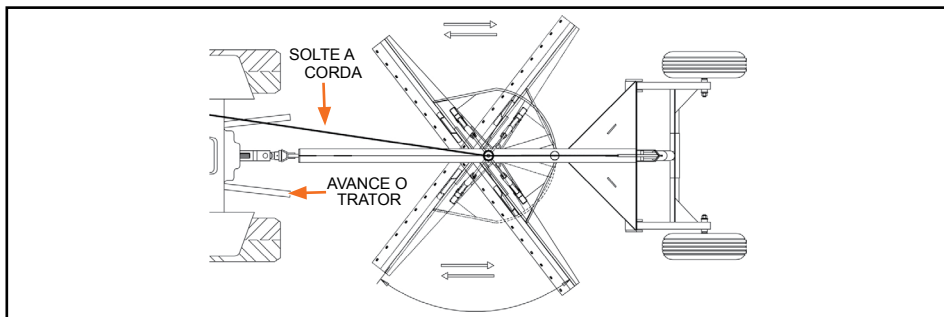

Figura 31
- Avance o trator até que a lâmina fique na posição desejada (Figura 31);